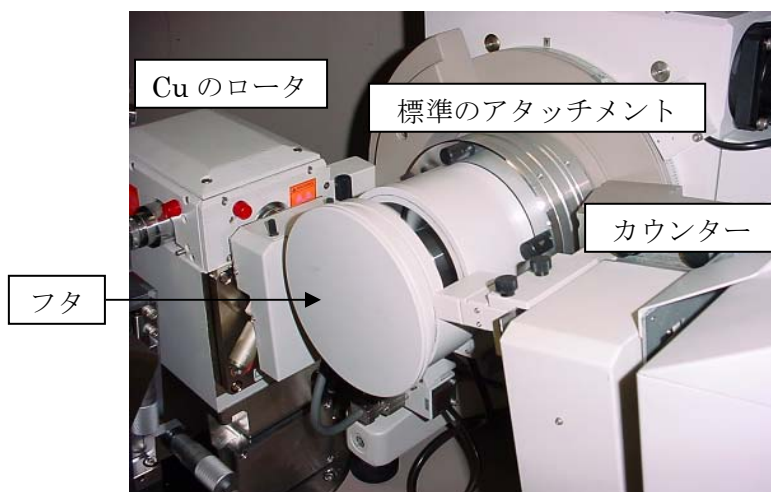

図 2 右側ゴニオメータ(標準のアタッチメント)
- ① 図 2 のように標準のアタッチメントであることを確認する。
- ② XRD 正面のパネル部の[open-door]を押し緑色のランプが点滅して「ピー、ピー、ピー」と音が鳴り始めたら扉を開く（この操作を行わずに扉を開くと X線が落ちるので注意）。
- ② 標準アタッチメントのフタを外し、ホルダーにサンプルを試料面を上にしてセットする。
- ③ フタを戻して扉を閉める。
- ④ ワークステーションを操作して測定操作を行う。